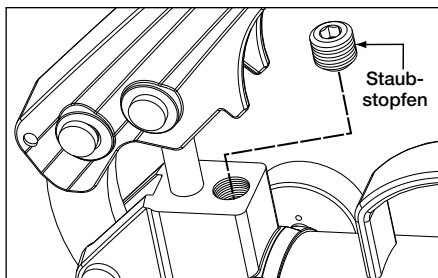

Abb. 12, Druckbegrenzungsventil (P-18 und P-39)
2. **Nur Modell P-84:** Bauen Sie ein 0 - 1.000 bar [0 - 15.000 psi] Manometer in Anschluss „A“ ein. Bauen Sie einen Rohrstopfen in den Pumpenanschluss „B“ ein. Bewegen Sie das Steuerventil in die Position (A).
- Bei den Modellen P-18 und P-39 befindet sich das Druckbegrenzungsventil oben am Pumpenkopf. Siehe Abb. 12.